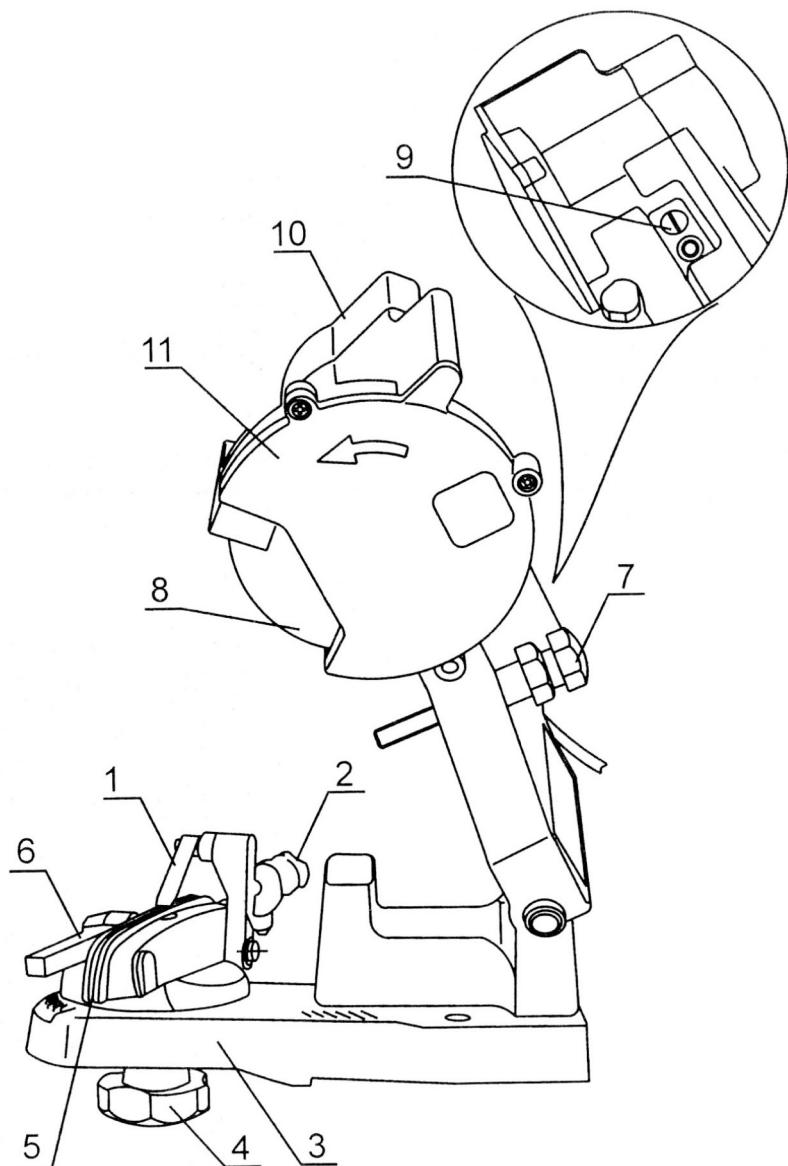

Рис. 1. Описание
2. ОПИСАНИЕ (рис. 1)
- Никогда не работайте со станком без кожуха 11 (рис.1), защищающего заточной диск.
- Всегда проверяйте заточный диск 8 (рис. 1), включив станок на 30–60 сек без контакта его с цепью.